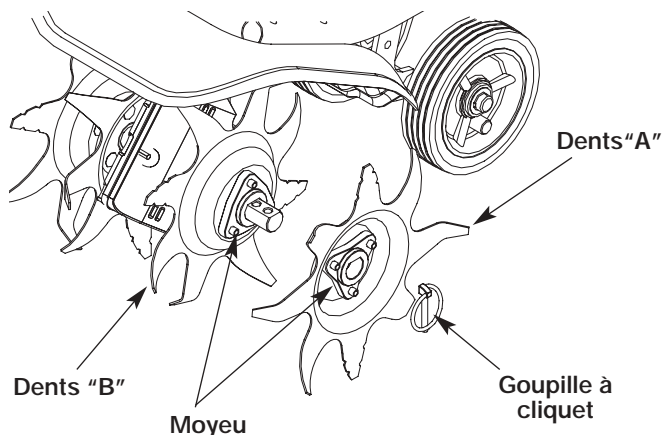

Fig. 15
2. Retirez les axes à épaulement et leurs fixations. Faites glisser les dents de l'arbre (Fig. 15).